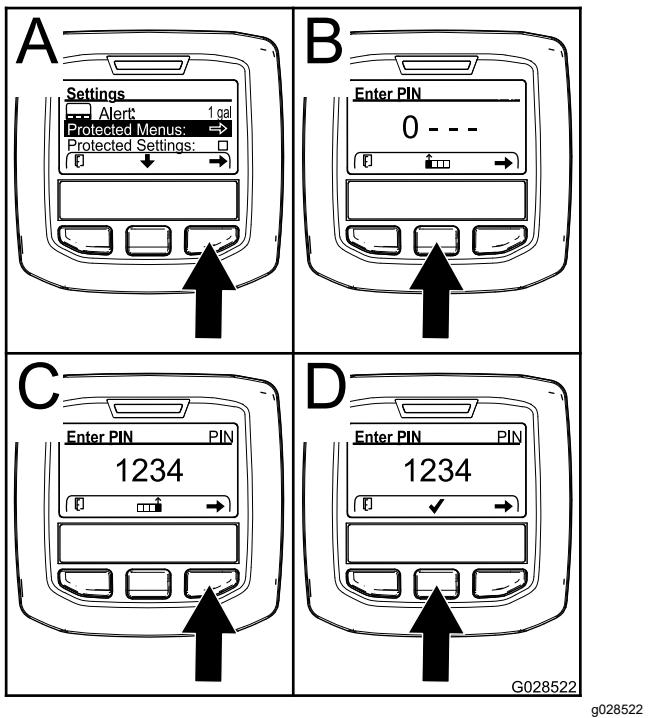

Рисунок 37
2. В меню SETTINGS (Настройки) с помощью средней кнопки прокрутите меню вниз к пункту PROTECTED MENU (Защищенное меню), и нажмите правую кнопку (Рисунок 37А).
3. Чтобы ввести ПИН-код, нажмите среднюю кнопку и удерживайте ее в нажатом положении до появления первой цифры, затем нажмите правую кнопку, чтобы перейти на следующую цифру (Рисунок 37В и Рисунок 37С). Повторяйте этот пункт до тех пор, пока не будет введена последняя цифра, затем нажмите правую кнопку еще раз.
4. Нажмите среднюю кнопку для ввода ПИН-кода (Рисунок 37Д).